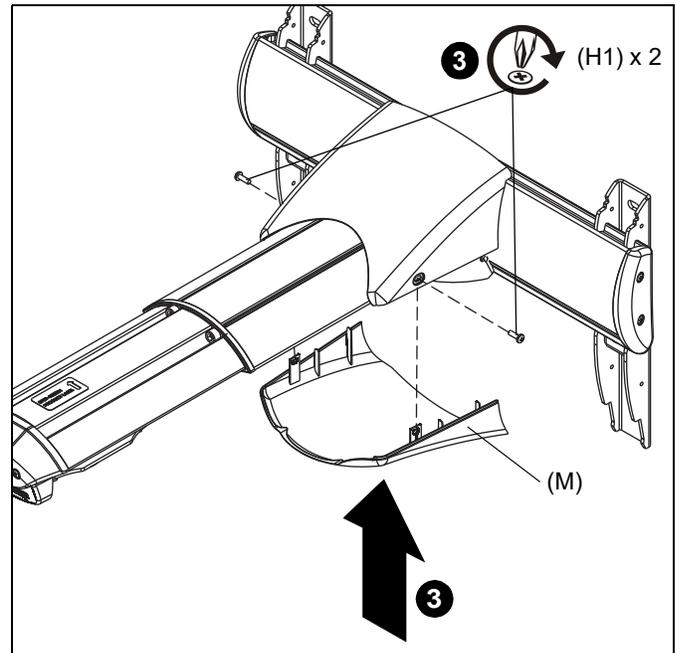

Figure 57
3. Levez le couvercle inférieur (M) vers le support de projecteur. Avec deux vis à tête cylindrique 8-32 x 1/2 po Phillips (H1), fixez à travers le cache supérieur (L), le cache inférieur (M) et le support mural. (Voir figure 57)